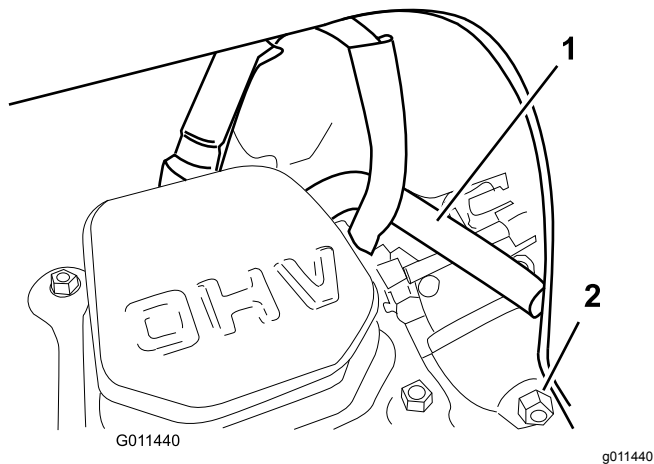

Figur 27
11. Juster åpningen på tennpluggen til 0,76 mm som vist i Figur 27.